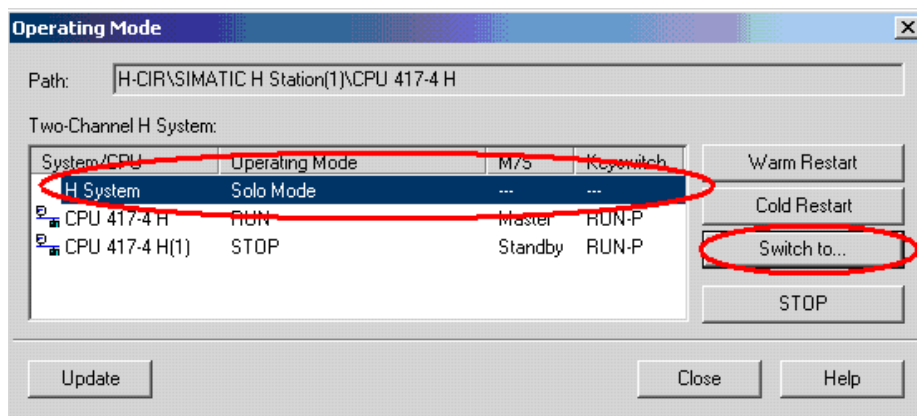

图 4-9 选择 Switch to 操作
(11) .选择“H System”,点击“Switch to ...”命令，如图 4-9 所示：